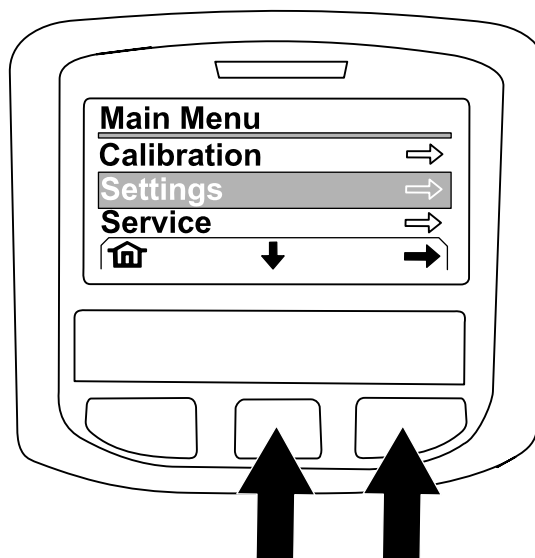

Figura 228
4. En la pantalla MAIN MENU, pulse el botón central para desplazarse a la opción SETTING, y pulse el botón derecho para seleccionar esa opción (Figura 228).